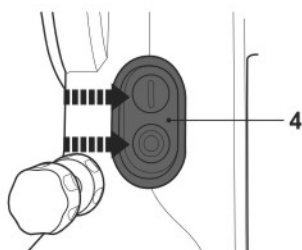

Fig. 10
- > Prima o interruptor para ligar/desligar (4) para a posição ligada (I) para ligar (Fig. 10).
- > Mude o interruptor de ligar/desligar (4) para a posição desligada (O) para desligar.